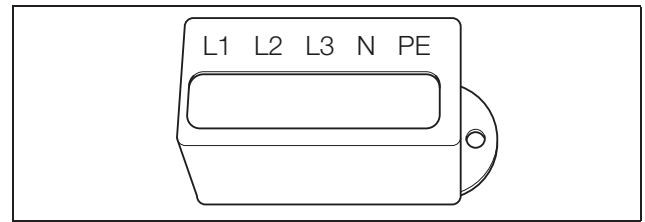

Abbildung 13: Versiegelungskappe für AC-Anschlussklemme
- Fädeln Sie die Versiegelungskappe (Abbildung 13) auf die Netzzuleitung. Die Versiegelungskappe ist in Italien vorgeschrieben.